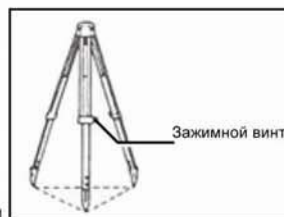

Рис.1
1) Развяжите ремень вокруг ножек штатива и освободите зажимные винты. (Рис.1)